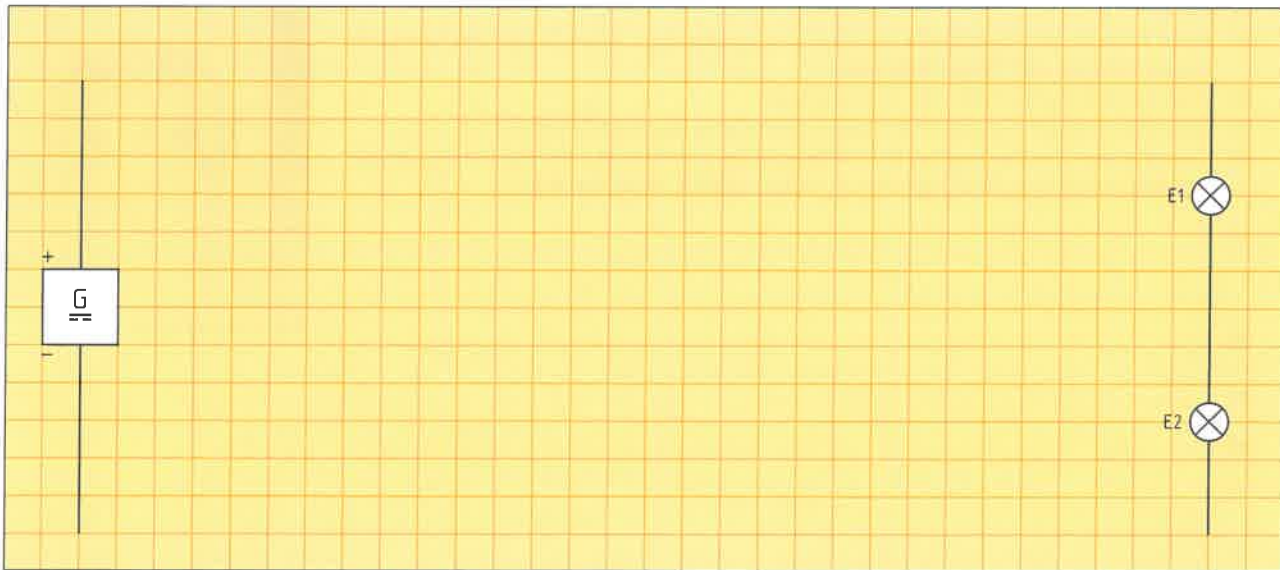

Bild 1: Spannungsmessungen
2. a) Ergänzen Sie für einen Laborversuch die Schaltung (Bild 1) um vier Spannungsmesser, damit die Spannung U an der Spannungsquelle, die Spannung U_1 an der Glühlampe E1, U_2 an E2 sowie U_3 über beide Glühlampen gemessen werden kann.